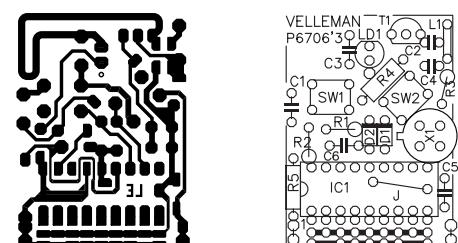

Figure 4. L'électronique de l'émetteur prend place sur cette seconde platine.
- **scankb** : le clavier volubile débranche le clavier ordinaire du PC, l'interroge lui-même et répercute à l'écran en hexadécimal toute action sur l'une de ses touches aussitôt qu'elle est relâchée (voyez à la **figure 4**). La seule façon de quitter le mode opérateur **scankb**, c'est de presser la touche de raccourci 0. (Attention, comme la réception d'un bit exige l'exécution de plusieurs instructions, la période d'horloge du clavier du PC ne peut pas être inférieure à 60 µs).
Figure 4. La commande « scankb » en action. Les premiers codes « F0 5A » sont la conséquence du retour au repos de la touche Entrée, ensuite on presse et on relâche successivement Entrée, Espace, F10, Rappel arrière et Contrôle. On quitte la séquence par la touche de raccourci « 0 ».